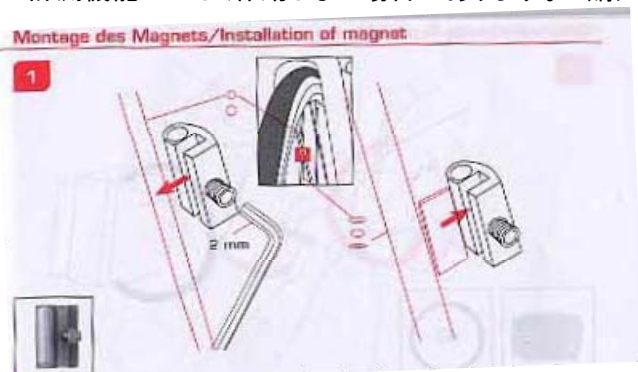

図1
- 1: 図1のように2mm六角レンチでスポークに固定します。
- 2: エアロスポークに取り付ける場合、図1のようにエアロスポーク傷をつけないように間に緩衝材を挟み固定してください。